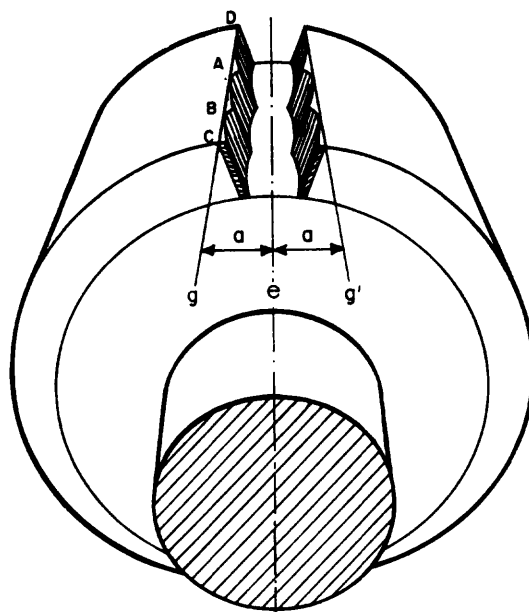

Fig. 2
8º paso - *Cambie la fresa* por la del módulo correspondiente a la sección en (A) (fig. 2).